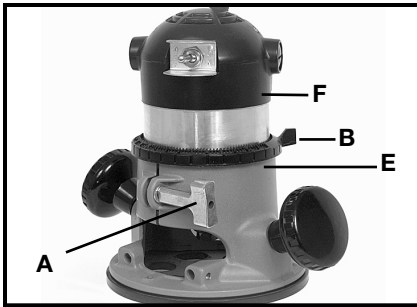
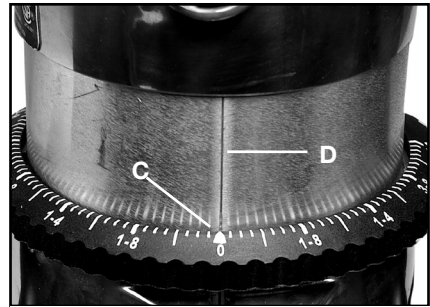

Fig. 3A
Fig. 3B
1. Abra la palanca de la abrazadera(A) Fig. 3A
2. Mientras detiene la base (E) gire el motor (F), Fig. 3A, en SENTIDO CONTRARIO a las manecillas del reloj hasta que la punta de la broca esté un poco arriba de la parte más baja de la superficie de la base.
4. Gire el motor (F) Fig. 3A en SENTIDO A las manecillas del reloj hasta que la broca toque la superficie de la madera.
5. Apriete la palanca de la abrazadera (A) Fig 3A.
6. Gire el anillo calibrador para ajustar la profundidad (B), Fig. 3A, hasta que la marca de cero (C) Fig. 3B esté alineada con la línea de índice (D) Fig. 3B en la caja de motor.
7. Abra la palanca de la abrazadera (A) Fig. 3A.
8. Incline el ráuter hasta que la broca esté libre de la superficie de la madera. Gire la caja del motor (F), Fig. 3A, en SENTIDO a las manecillas del reloj hasta que la línea de índice (D) Fig. 3B en la caja del motor llegue a la profundidad deseada e indicada en el anillo calibrador.
9. Apriete la palanca de la abrazadera (A) Fig. 3A firmemente.